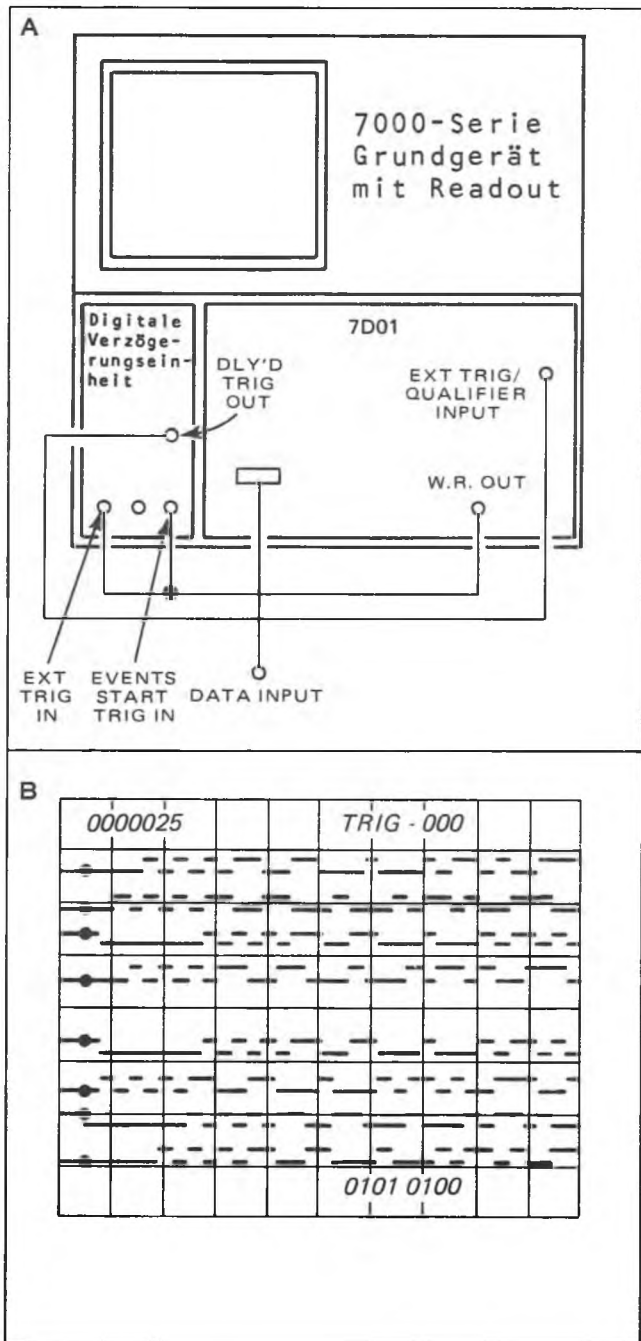

Abb. 8: Verzögerungsereignisse so eingestellt, daß Daten, die hinter dem 25-sten vorgewählten 8-Bit-Binärwort liegen (0101 0100) dargestellt werden
1. Erstellen Sie den in Abb. 8 A gezeigten Testaufbau.